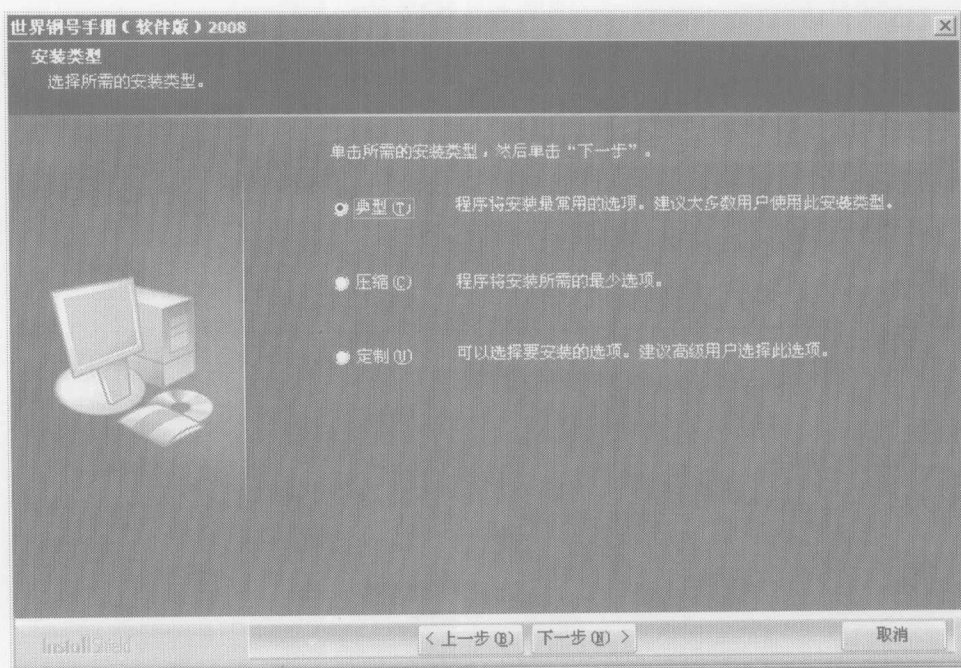

图 1-5 选择安装类型界面
(6) 显示选择安装类型界面, 用户需要选择安装类型, 如图 1-5 所示。